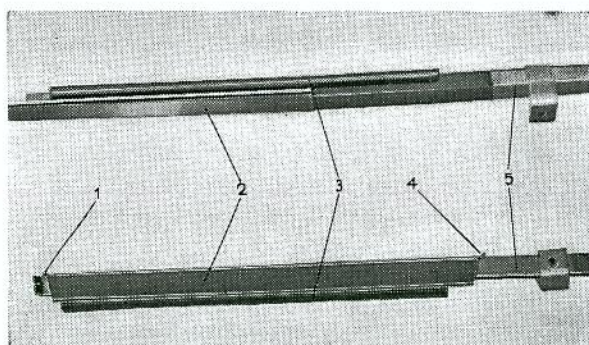

Bild 24. Styrlistor.
6. Tag bort överfallet (7) som håller medbringaren (8) vid hisskenan (6). För styrskenan framåt och lyft upp fönsterrutan.
7. Släpp efter på wirens spännanordning (9), genom att lossa muttrarna (10) till spännskruven för nedre bryttrissan. Lyft bort wire med kedja.
8. Vid behov borttages övre bryttrissa (3), nedre bryttrissa med sträckanordning (9) och själva hisshjulet (12) samt styrskenorna (2 och 5).
Tillse före montering av hissruta, att styrlistor och tätningar är i fullgott skick. Slitna eller skadade sådana utbytas. Gummitätningen för ventilationsfönstret i främre styrskenan, kan borttagas sedan man tagit bort de två spikarna (1 och 4, bild 24), genom att draga hållaren (2) från skenan (5). Ny tätning (3) monteras på så sätt, att tätningen lägges på styrskenan varefter hållaren skjutes på och spikarna drivas in.